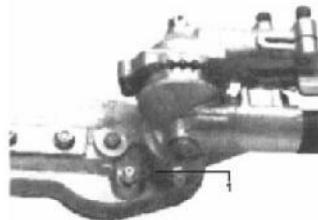

Fig.HT16
- c. Saque la caja de engranajes del tubo. Utilice una pistola de grasa tipo gatillo para bombear grasa de litio (unos 10 gramos) en el orificio de engrase hasta que vea que salga de la caja de engranajes (Fig.HT16). La grasa expulsada será visible en la cavidad del tubo exterior. Limpie el exceso de grasa y luego vuelva a montar la caja de engranajes en el tubo exterior.